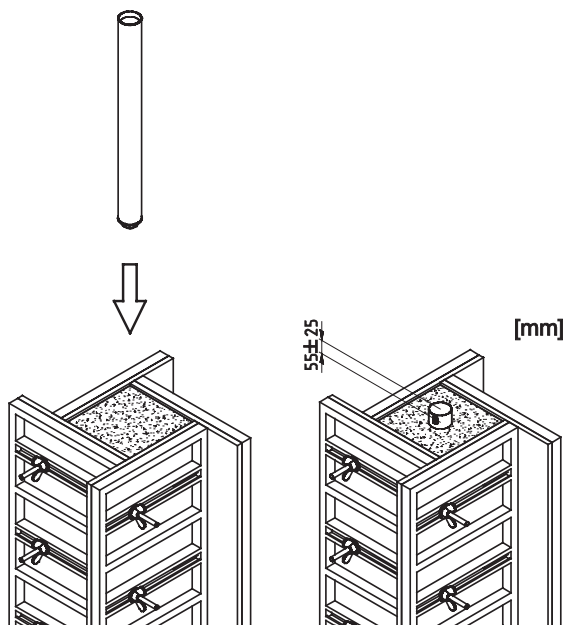

Figura 16. Colocar el cuerpo de la manga dentro de la columna de hormigón
1. Después de verter hormigón en el molde de la columna, coloque una manga en la parte superior de la columna mientras el hormigón todavía está húmedo. El caño tiene que sobresalir 30-80 mm por encima de la superficie superior de la columna. Ver Figura 16. El caño se utilizará como carcasa para el sistema de anclaje SkyReach.